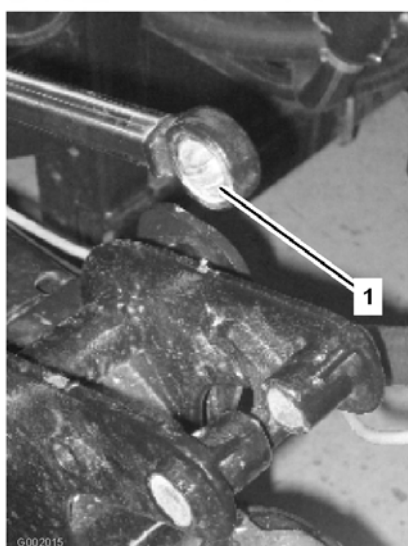

Figura 36
5. Manipule el extremo del cojinete del émbolo del actuador y aplique grasa al cojinete (Figura 36). Limpie cualquier exceso de grasa.